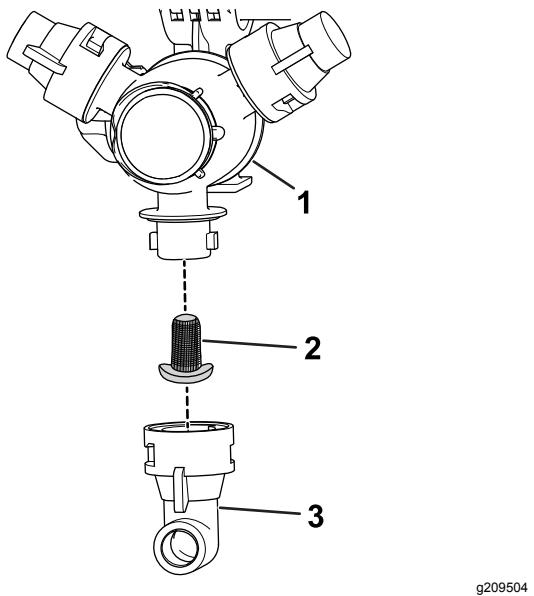

Figura 54
- Retire la boquilla de la torreta de fumigación (Figura 54).
- Retire el filtro de la boquilla (Figura 54).
- Instale el filtro de la boquilla (Figura 54).
- Instale la boquilla en la torreta de fumigación (Figura 54).